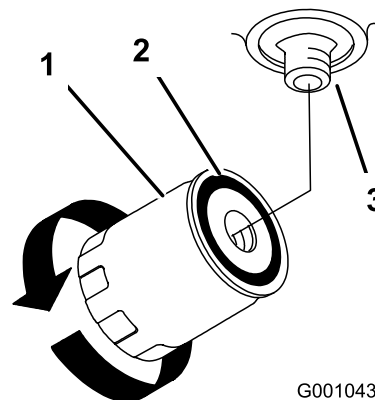

Figure 74
4. Déposez le filtre usagé et essuyez la surface du joint de l'adaptateur (Figure 74).
7. Tournez le filtre dans le sens horaire jusqu'à ce que le joint touche l'adaptateur, puis donnez 1/2 tour supplémentaire (Figure 74).